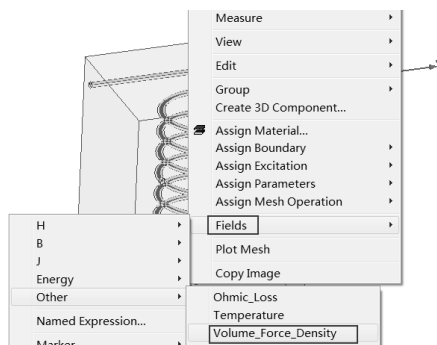

图 19-100 后处理操作
Step1：后处理操作。求解完成后，选中螺线管模型，右击后在弹出的如图 19-100 所示的快捷菜单中选择 Fields Other Volume_Force_Density 命令，此时将弹出 Create Field Plot 对话框。